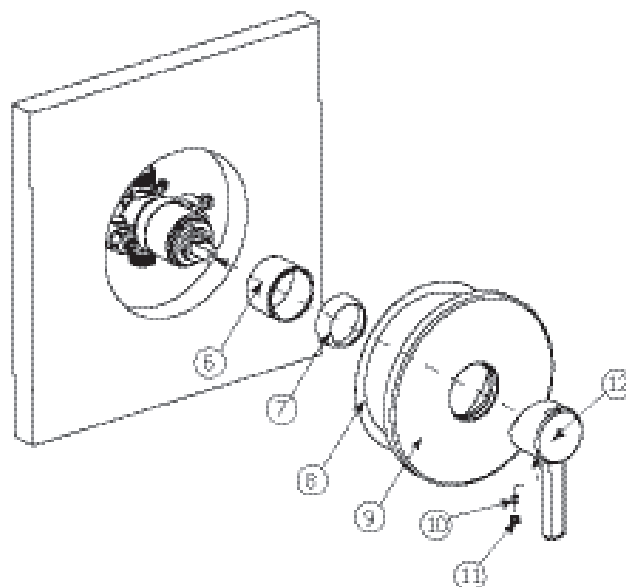

Fig.3
Insert the decorative sleeve (6) onto the cartridge holder (See Fig.3) then screw the dome cap (7) onto the valve body.
Insérer l'anneau décoratif (6) autour du manchon (Voir Fig .3). Ensuite, visser le capuchon en dôme (7) sur la valve.